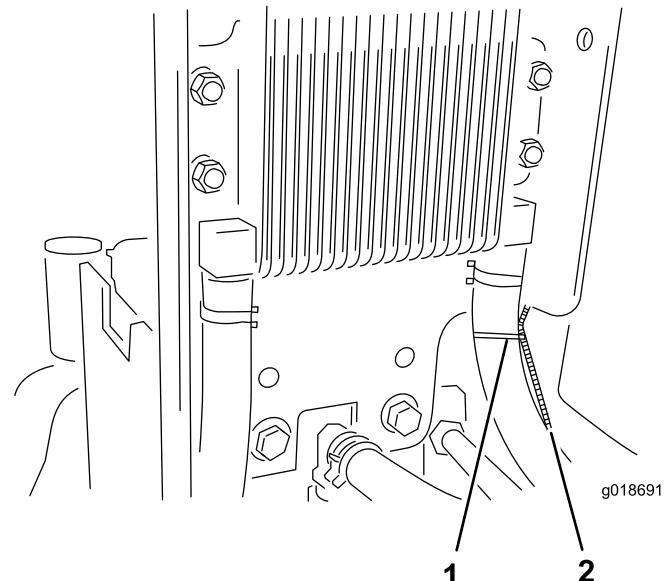

Figure 29
10. Attachez le faisceau de câblage au flexible relié à l'entrée du groupe de refroidissement au moyen d'un serre-câble (Figure 29).